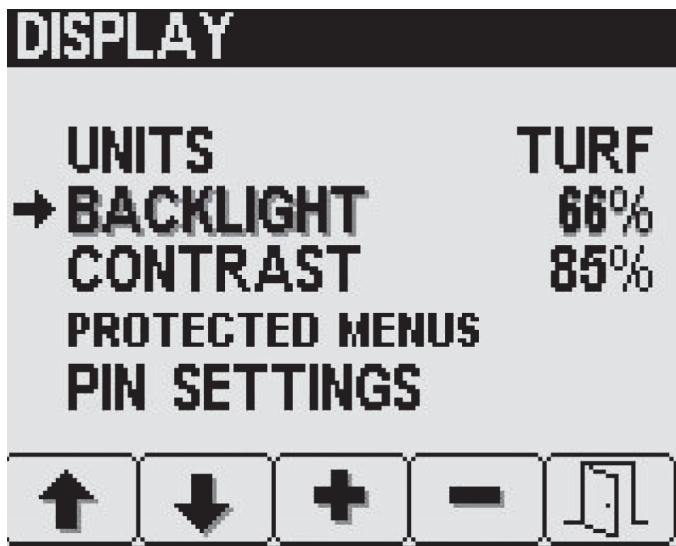

Figura 26
2. En la pantalla de Menú de pantalla, pulse el botón 2 para navegar por la opción de Retroiluminación o la opción de Contraste (Figura 26).
3. Pulse el botón 3 (subir) o el botón 4 (bajar) para ajustar la cantidad de retroiluminación o de contraste para la pantalla LED (Figura 26).